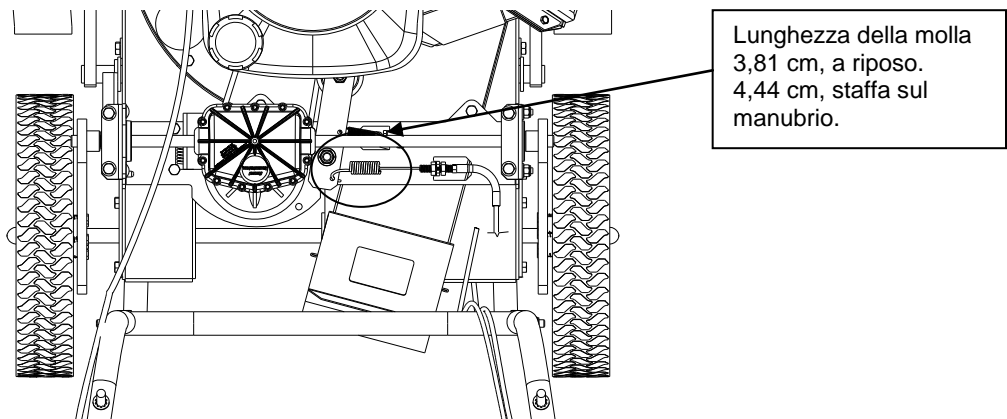

Fig. 8
5. Controllare la corsa del braccio della puleggia mediante la staffa. L'azionamento deve cominciare a inserirsi quando la staffa è a distanza di 6,35 cm dal manubrio. In stato di distensione, la molla deve misurare 3,81 cm sull'avvolgimento, e quando la staffa è a contatto con il manubrio deve misurare 4,44 cm. Se la cinghia è eccessivamente tesa, può causare un guasto precoce, mentre se è troppo lenta può sfilarsi dalla puleggia (v. Fig. 8 di seguito).